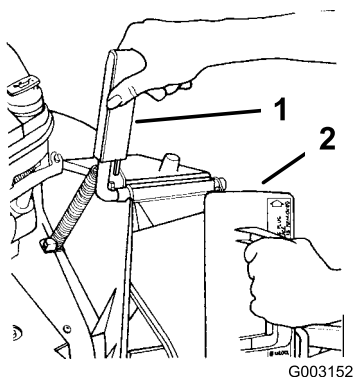

Figura 6
1. Tirate in avanti la maniglia dello sportello di scarico e spostate indietro lo sportello per aprirlo (Figura 6). Tenete la maniglia dello sportello di scarico per impedire che lo sportello a molla si chiuda mentre inserite la chiusura.
2. La chiusura è leggermente più larga dell'apertura del canale di scarico, pertanto dovete girarla leggermente in senso orario durante l'inserimento (Figura 6).